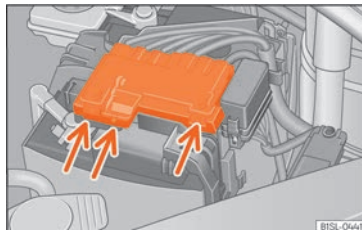

Fig. 165 En el vano motor: retire la cubierta de la batería del vehículo.
- Abra el capó del motor y a continuación extraiga la cubierta que protege la parte delantera de la batería presionando sobre las lengüetas en el sentido de las flechas »» **fig. 165**.